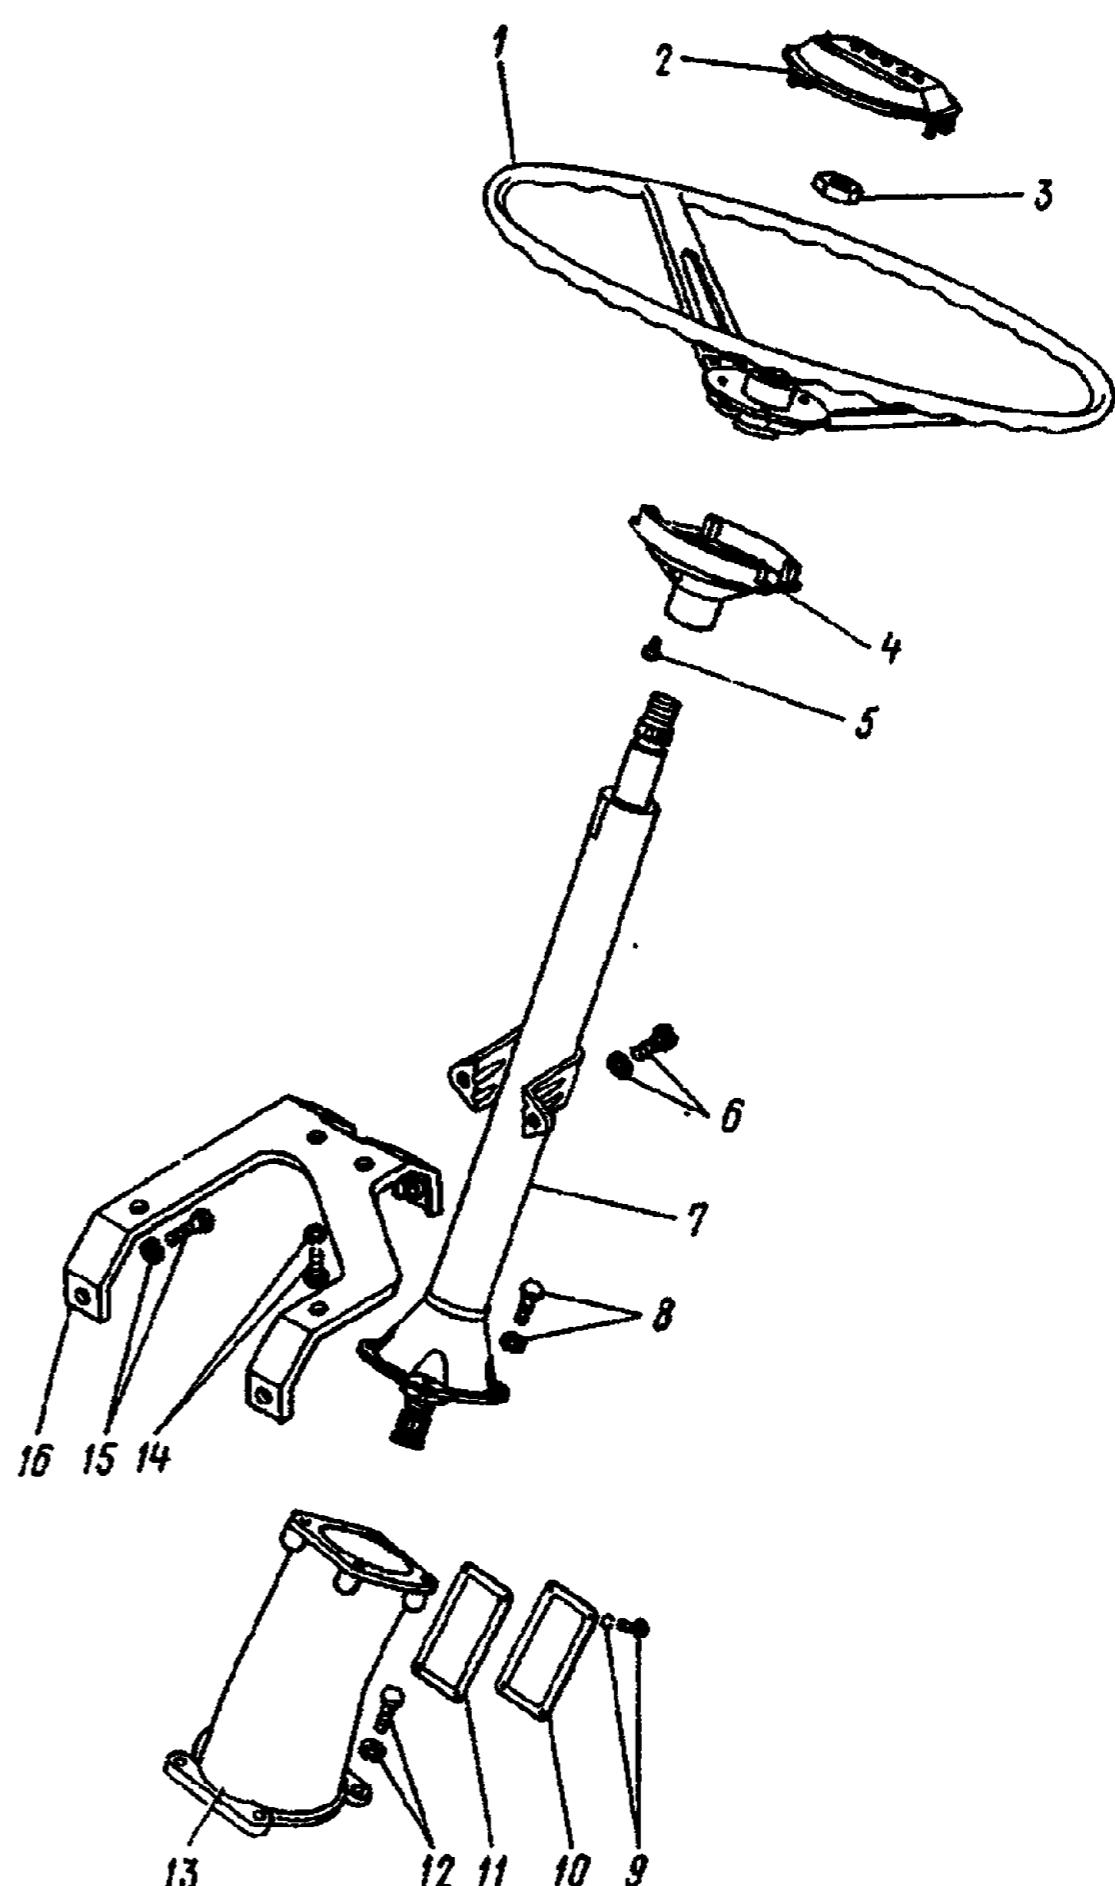

Рис. 60. Установка рулевой колонки:
1. Выверните винты крышки 10 (рис. 60) фланца 13 крепления рулевой колонки и снимите крышку	Отвертка
3. Снимите декоративную крышку 2 (см. рис. 60) рулевого колеса 1	Отвертка